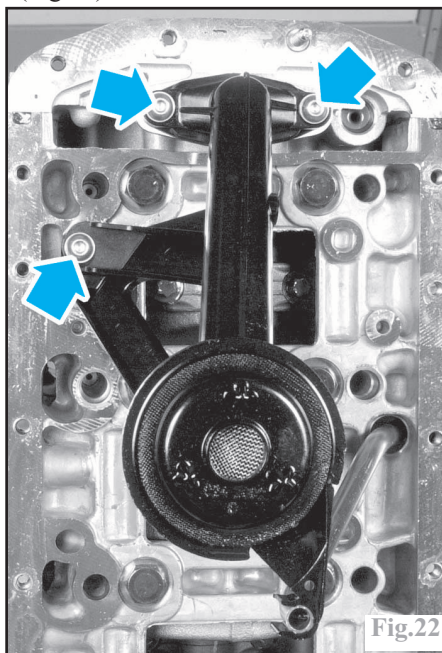

Fig.22
- Déposer les vis de fixation de la crépine (Fig.22).